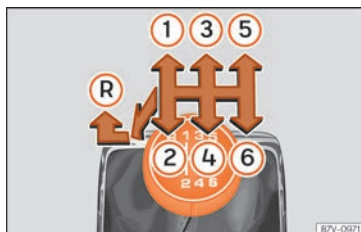

Abb. 237 Schaltschema des 6-Gang-Schaltgetriebes.
Auf dem Schalthebel sind die Positionen der einzelnen Fahrgänge dargestellt **»» Abb. 237.**
- Schalthebel auf Leerlauf stellen und nach unten drücken, ganz nach links und dann nach vorne schieben, um den Rückwärtsgang **»» Abb. 237 einzulegen.**